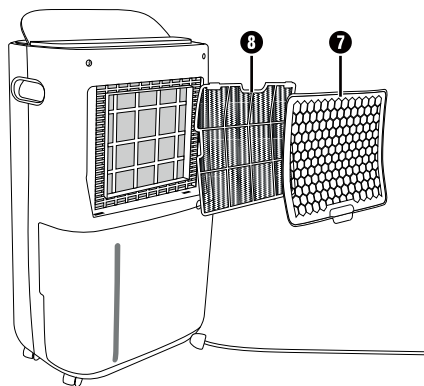

Abb. 6
- ◆ Der Einbau erfolgt in umgekehrter Reihenfolge (siehe Abb. 6). Schieben Sie den Luftfilter **8** erst unter die beiden oberen Haltenasen des Luftenlassgitters **7** und dann unter die unteren Haltenasen.